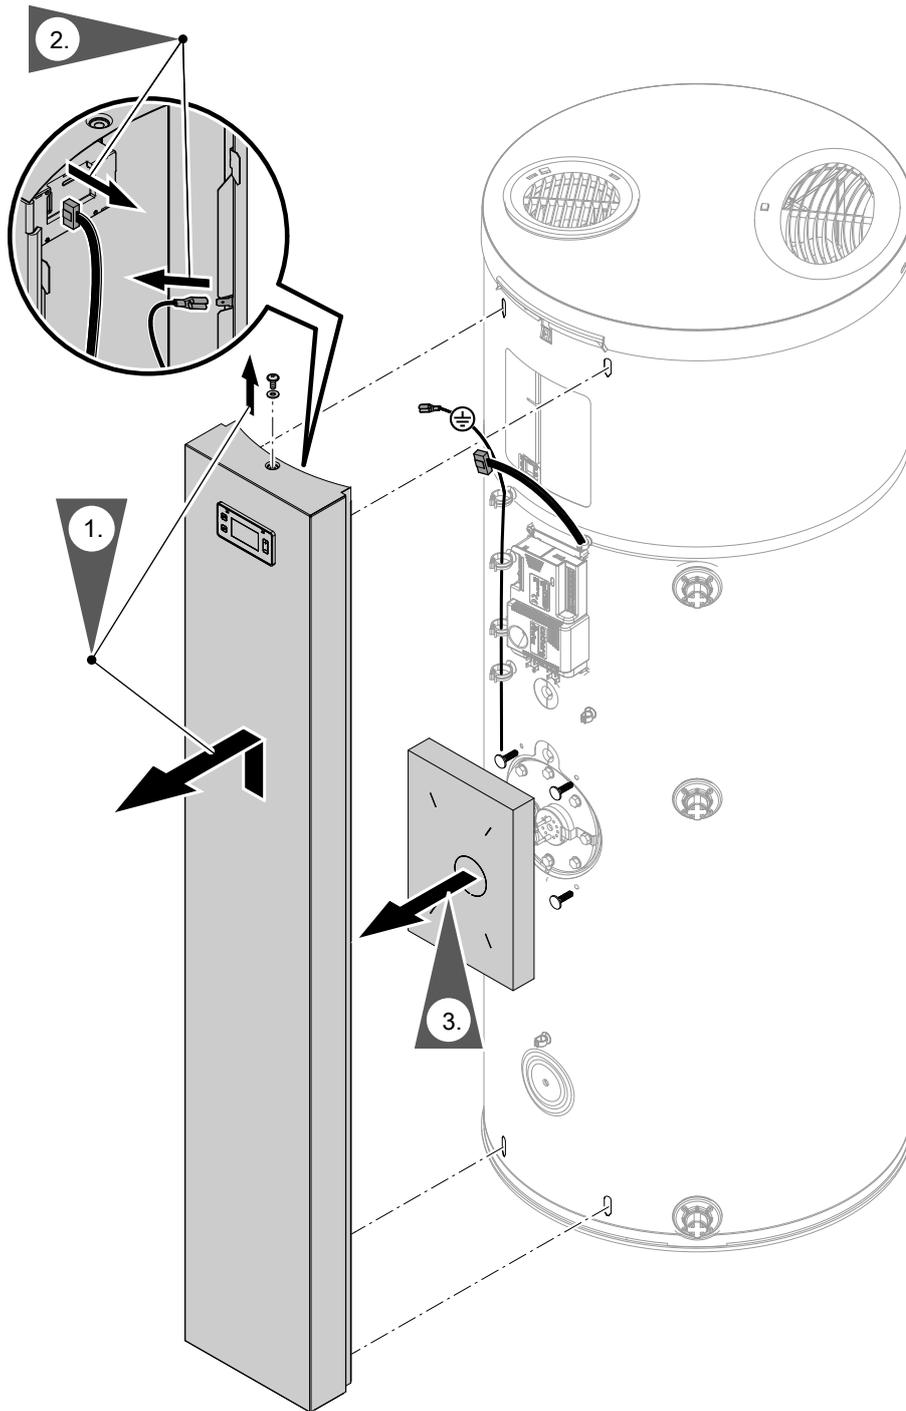

Abb. 27
2. Frontblende abbauen, siehe Abb. 27.
3. Elektrische Leitungen (B) von der Wärmepumpenregelung (A) lösen.
3. Frontblende abbauen, siehe Abb. 27.
| <p>8. Beim Einschieben des neuen Heizelements auf korrekte Position der Aussparung am Kopf des Heizelements achten.</p> <p>9. Anzugsdrehmoment: 25 Nm</p> <p>11. Absperrventil öffnen.</p> | <p>12. Wärmedämmung montieren.</p> <p>13. Frontblende mit Erdungsleitung montieren, siehe Abb. 27.</p> <p>14. Netzspannung einschalten.</p> |
2. Frontblende abbauen, siehe Abb. 27, Seite 46.
4. Frontblende mit Erdungsleitung montieren, siehe Abb. 27.